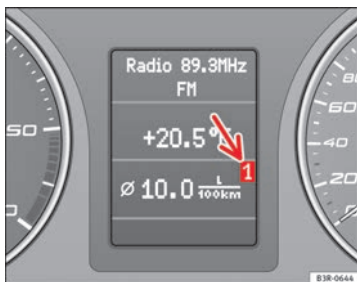

Abb. 60 Bordcomputer: Speicherebene 1
Welche Speicherebene gerade im Display angezeigt wird, können Sie anhand der dargestellten Nummer ⇒ Abb. 60 erkennen. Die Daten des Einzelfahrt-Speichers (Bordcomputer 1) werden angezeigt, wenn im Display eine 1 erscheint. Erscheint eine 2, werden die Daten des Gesamtfahrt-Speichers (Bordcomputer 2) angezeigt.
- Die Reset-Taste **(B)** so lange antippen, bis der Bordcomputer (Speicherebene 1 oder 2) im Display ⇒ **Abb. 60** erscheint.